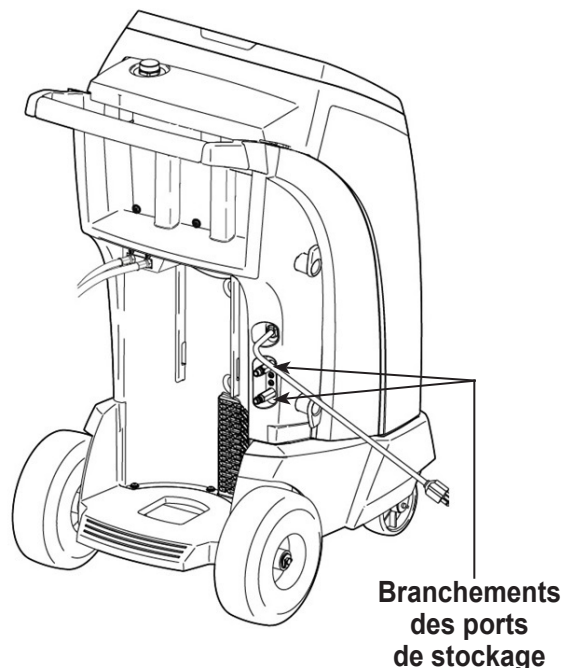

Figure 4
2. Raccordez les tuyaux de service aux branchements des ports de stockage de la machine comme illustré sur Figure 4.